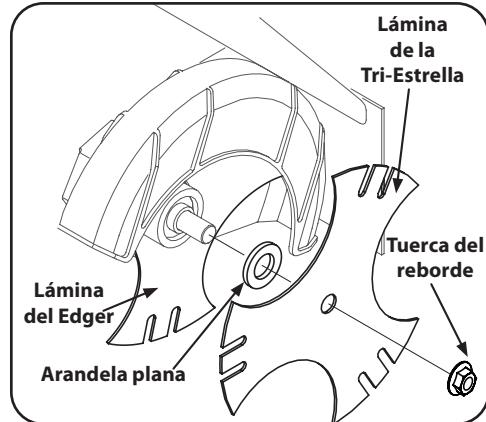

Figura 3-6
- Use dos llaves (una para impedir que la cabeza del perno hexagonal gire loca y la otra para desenroscar la tuerca de brida) para extraer la tuerca de brida que asegura la cuchilla de la bordeadora, dejando la cuchilla de la bordeadora en su lugar. Vea la Figura 3-6.
- Instale la cuchilla adicional de la bordeadora suministrada con la unidad y la arandela plana. Vea la Figura 3-6.